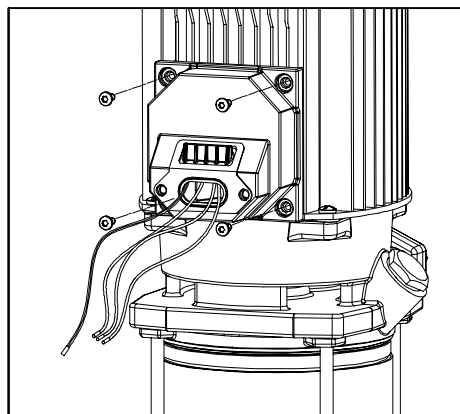

Figura 3
3.3.1) Adaptador motor (figura 3):